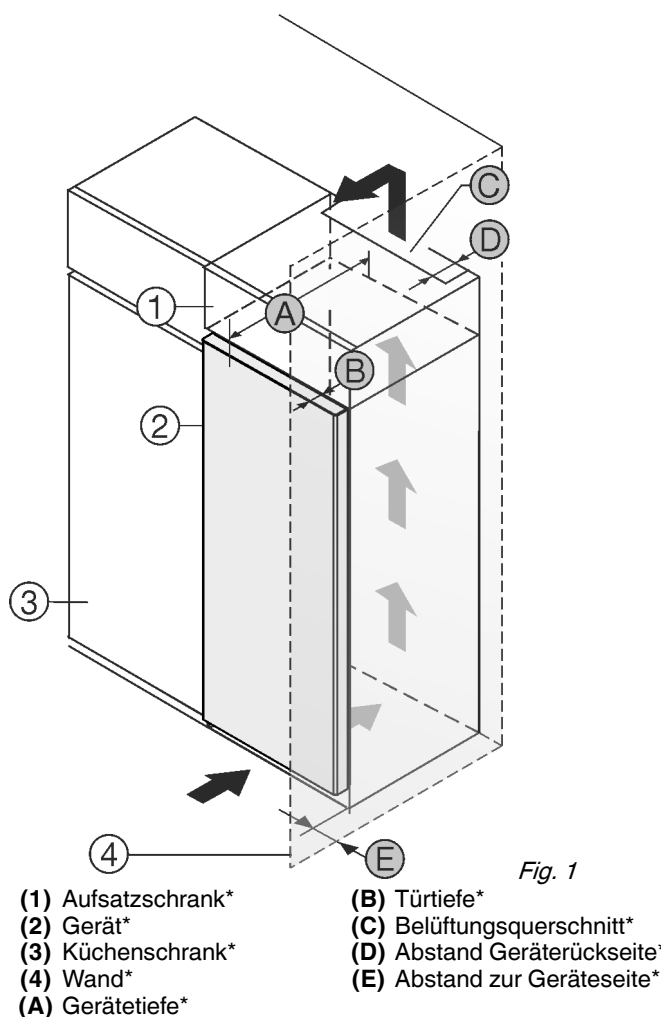

Fig. 1
Gerät direkt neben dem Küchenschrank Fig. 1 (3) aufstellen.
An der Rückseite des Aufsatzschrankes muss ein Abluftschacht mit der Tiefe Fig. 1 (D) über die gesamte Aufsatzschrankbreite vorhanden sein.
Unter der Raumdecke muss der Entlüftungsquerschnitt Fig. 1 (C) eingehalten werden.
Wenn das Gerät mit den Scharnieren neben einer Wand *Fig. 1 (A)* aufgestellt wird, muss der Abstand zwischen Gerät und Wand mindestens 13 mm betragen.
Um die Türe vollständig öffnen zu können, muss Gerät um die Türtiefe *Fig. 1 (B)* gegenüber der Küchenschrankfront vorstehen. Abhängig von der Tiefe der Küchenschränke *Fig. 1 (3)* und Verwendung von Wandabstandshaltern kann das Gerät weiter herausragen.